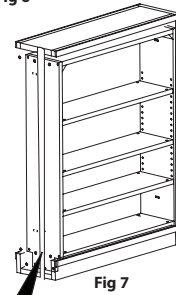

Fig 7
Étape 6. Enlever la bride de montage frontale. Voir la figure 7.